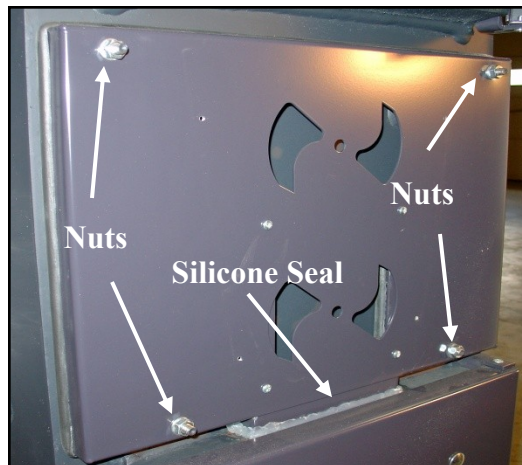

Fig. 4.12 Diffuser Panel (Air Controls not Shown)
1. Retirez le diffuseur qui est situé entre le chargement et portes de cendres (Fig.4.12). Ceci est réalisé en enlevant les 4 écrous d'angle et la rupture avec soin le joint de silicone sur le bas du diffuseur.